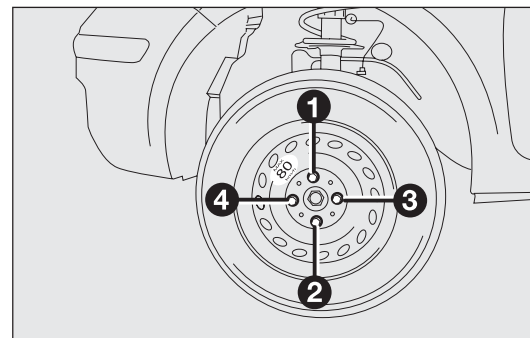

fig. 127
- ❑ serrer à fond les boulons, en passant alternativement d'un boulon à celui diamétralement opposé, en suivant l'ordre indiqué sur la fig. 127.